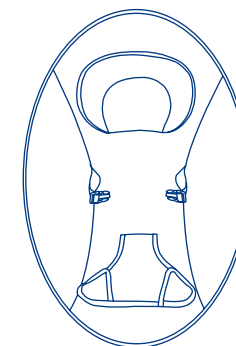
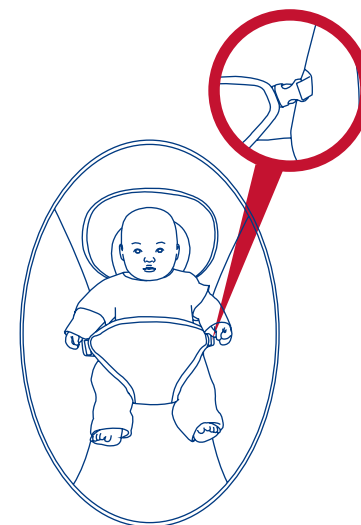

Fig. 15a
Fig. 15b
- 15) • Unbuckle the straps on each side of the seat restraint. (Fig. 15a) Carefully place the child in the bouncer seat and buckle the straps. (Fig. 15b) Adjust the straps so that the restraint fits the child snugly.
- Desabroche las correas a cada lado del cinturón de seguridad. (Fig. 15a) Coloque al niño cuidadosamente en el asiento del rebotador y abroche las correas. (Fig. 15b) Ajuste las correas de modo que el cinturón sujete firmemente al niño.